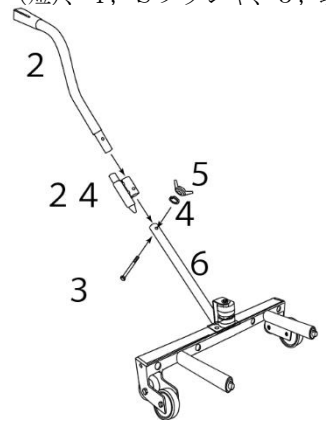

図6
- ⑥ 2, リアハンドル、24, ホイールガイド&ホルダーを6, フロントハンドルに3, ボルト (短)、4, Sワッシャ、5, 蝶ナットを使用して取り付けてください (図6参照)。